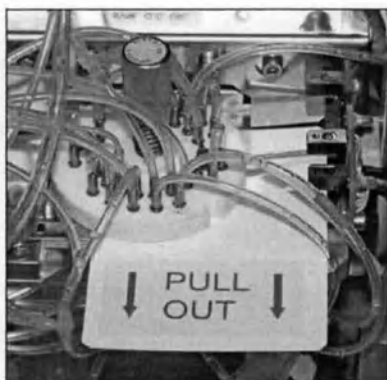

Рис. 2
- а) Открыть переднюю панель анализатора и визуально найти белую пластиковую пластину, консервирующую поворотный клапан (рис. 2).